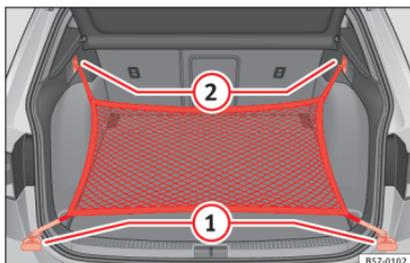

Abb. 154 Im Gepäckraum: Ösen (1) und Haken (2) zum Einhängen des Gepäckraumnetzes.
- Hängen Sie die kurzen Haken des Netzes in die Verzurrösen »» **Abb. 154** (1) »» ⚠ ein. Der Reißverschluss des Gepäckraumnetzes muss dabei nach oben zeigen.
- Befestigen Sie die Spanngurte in den Taschenhaken (2).